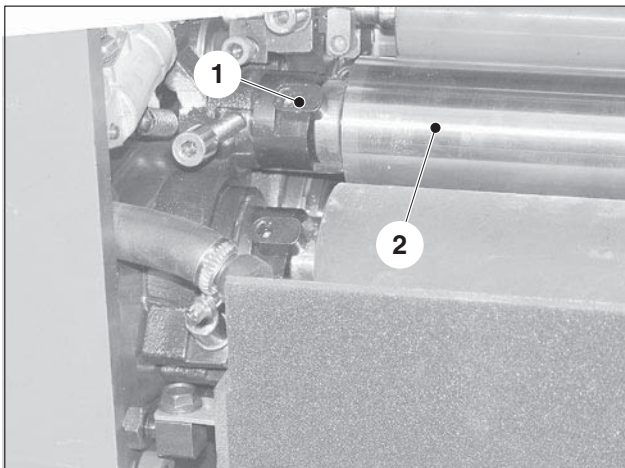

図 8 水計量ローラ 15 の操作側
2. 操作側のジャーナルボックスのハウジング（図 8/1）を開きます。
3. 水計量ローラ（図 8/2）を取り外します。